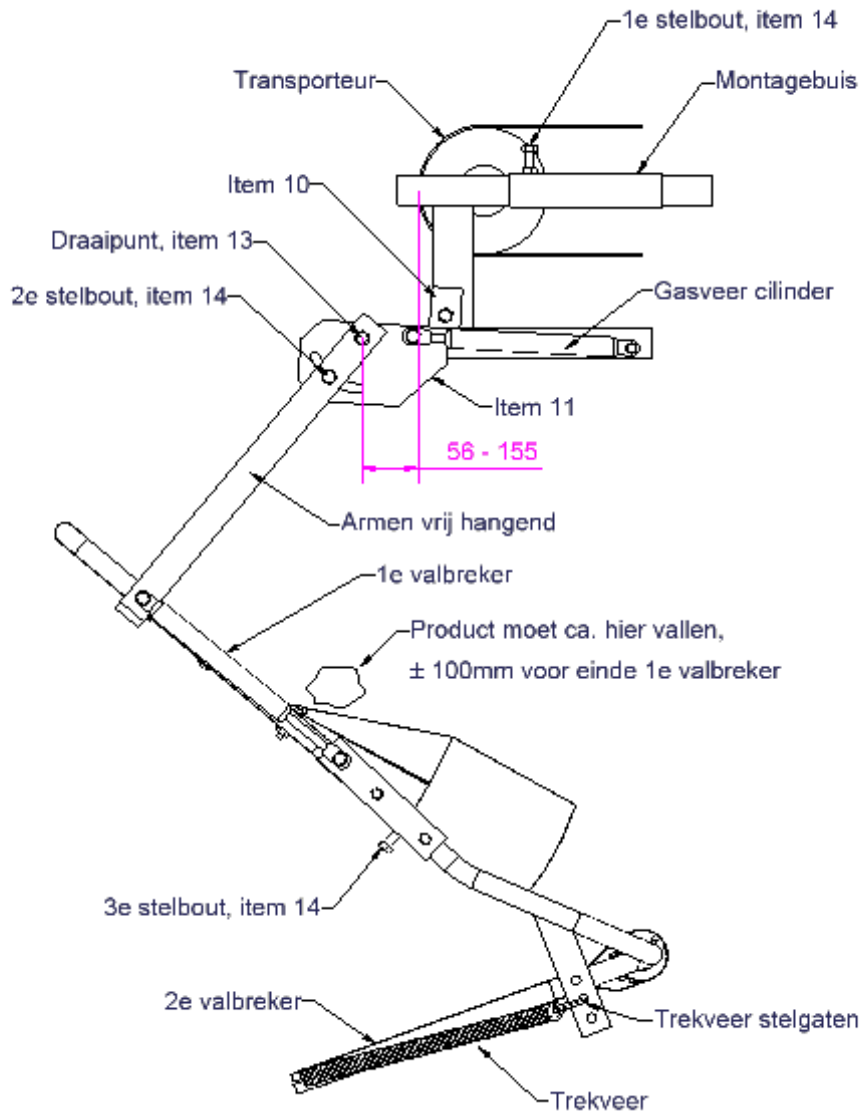

fig1
1. Monteer of las de montage buis (item 2) met 1^e stel-bout (item 14) zodanig aan het frame van de transporteur dat het draaipunt van de draaiplaat (item 11), (afhankelijk van de snelheid van de transporteur), ca. 100 tot 200mm vanaf rol transporteur komt, en de producten ca. 100mm. vóór het einde van de 1^e valbreker vallen, zie fig. 1. Monteer of las de montagebuis (item 2) zodanig dat de zijarmen van de valbreker vrij omhoog kunnen draaien. Het "draaipunt" van de valbreker moet ca. 200 - 350mm boven de kist komen.
2. Bij het afstellen van de valbreker moet het "draaipunt" (item 13) en de 2^e stel-bout (item 14) aan beide kanten los zijn zodat de eerste en tweede valbreker helemaal uitgeklast en vrij naar beneden hangen. Dan 2^e stel-bout (item 14), aan beide zijden vastzetten met de gasdrukveer en plaat (item 11) ingedrukt tegen aanslag (item 10). Als de valbreker te snel omhoog klapt kunt U door plaat (item 11) en aanslag (item 10) te verdraaien dit verhelpen.
3. Stel 2^e valbreker, zie fig. 1, zo af met 3^e stel-bout (item 14) dat als er meerdere producten op de tweede valbreker liggen, deze automatisch omhoog klapt. Als er teveel producten op de tweede valbreker blijven liggen kan dit met de trekveer stelgaten verholpen worden.
Afhankelijk van de belasting zullen de trekveren, vooral in het begin een beetje uitrekken, naspannen kan dan nodig zijn m.b.v. de stelgaten, zie fig. 1. Ook de bouten controleren.